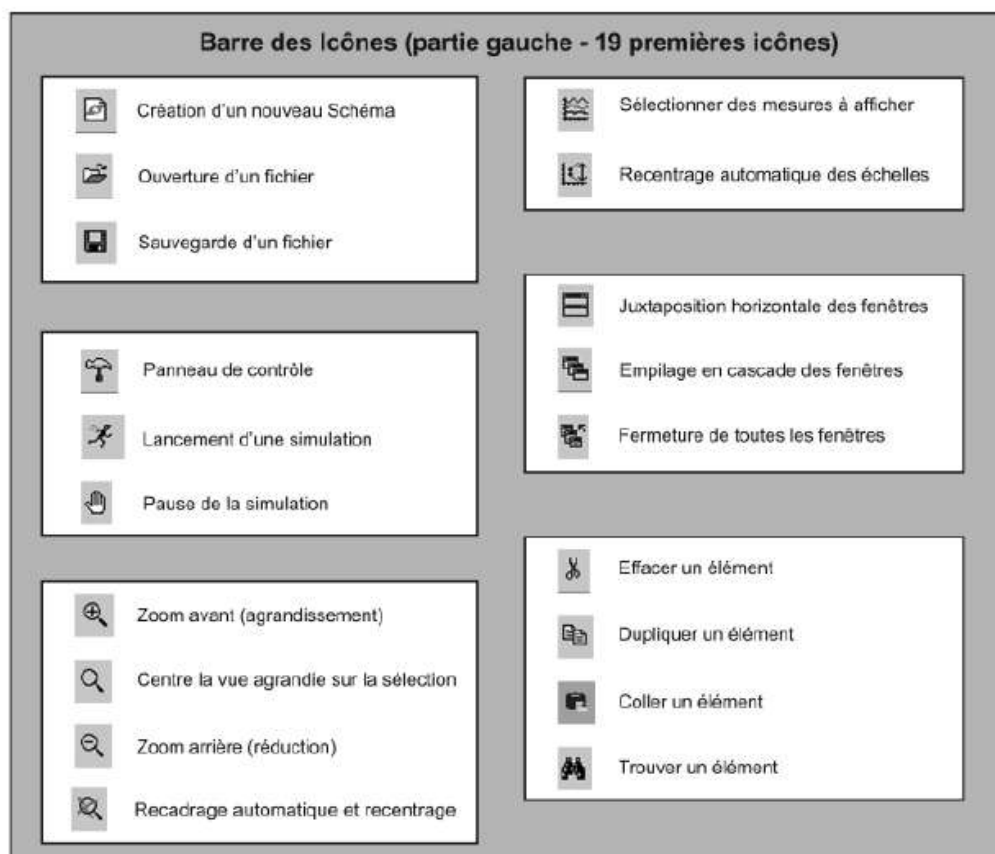

Figure 4.1
2. **L'utilisation d'une icône dans la barre des outils** en haut de l'écran (**Tools bar**) sur lequel il faut placer le curseur avant de cliquer avec le bouton gauche de la souris. Exemple : la commande **Draw Wire** peut être atteinte en cliquant gauche sur l'icône représentant un petit crayon jaune traçant une ligne bleue (16^e icône en partant de la droite) . L'ensemble des icônes est présenté aux figures 4.1 et 4.2.